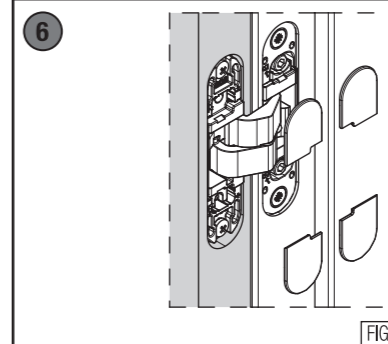

FIG.6
* Applicare le mostrine come da rappresentazione (fig.6).
* Anbringung der vorderen Abdeckungen (siehe Abb.6).
* Application of the frontal coverings (fig.6).
* Insérer les caches de finition (fig.6).
* Plaats de plastic covers op het scharnier (fig.6).
* Установить наличники (рис.6).
* Montaż nakładek (rys.6).